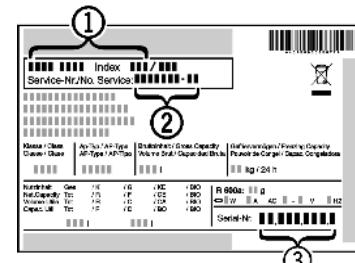

Fig. 10
- Očitajte naziv uređaja Fig. 10 (1), servisni broj Fig. 10 (2) i serijski broj Fig. 10 (3) s tipske pločice. Tipska pločica nalazi se na lijevoj unutarnjoj strani uređaja.
- Obavijestite službu za kupce i javite im kvar, naziv uređaja Fig. 10 (1), servisni broj Fig. 10 (2) i serijski broj Fig. 10 (3).